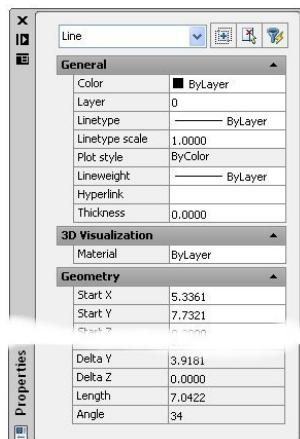

Figura 1.1.25
- fereastra **Properties**, figura 1.1.25, activată din meniu contextual afișat prin buton dreapta mouse pe obiectul selectat;